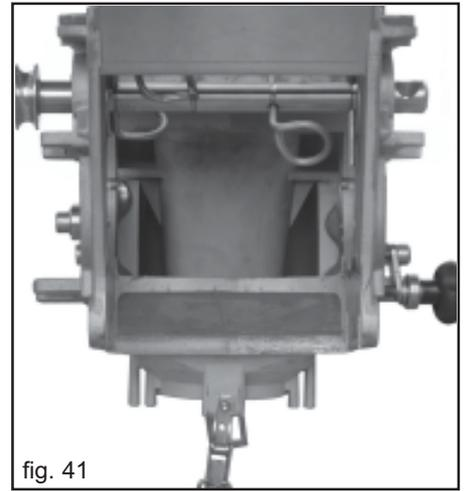

fig. 41
- 1) Dosiergeräet mit ausgebauter Bodenklappe und demontiertem Saerad (Abb. 41).